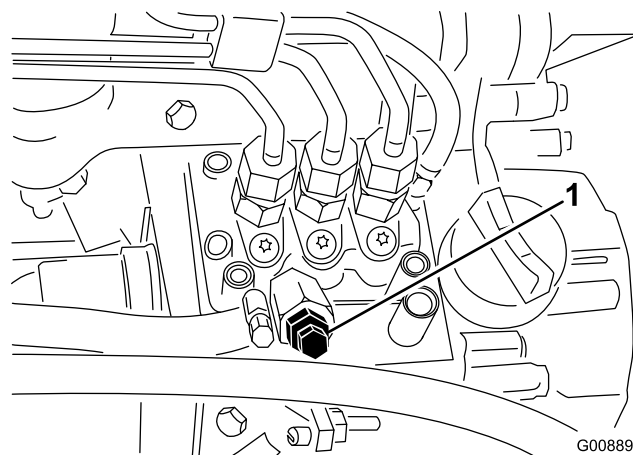

Figura 43
3. Desaperte o parafuso de purga que se encontra na bomba de injeção de combustível (Figura 43).